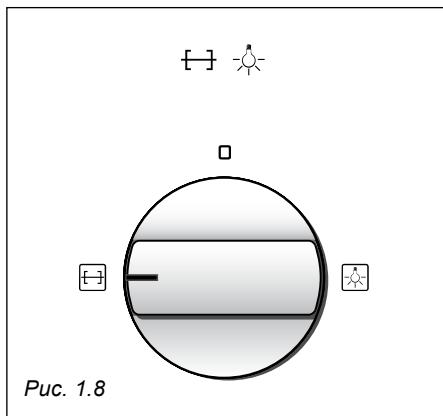

Рис. 1.8
- Запуск вертала осуществляется поворотом регулятора духовки в положение  (Рис. 1.8).